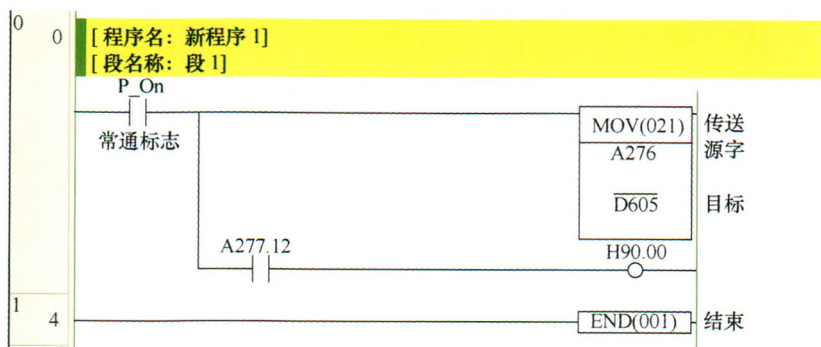

图 1
(1) 中断程序的编写及说明。①PLC中断程序如图1所示。
②中断程序说明: 本程序实际意义在于, 断电发生时, 将机床砂轮的当前位置和方向记录下来。